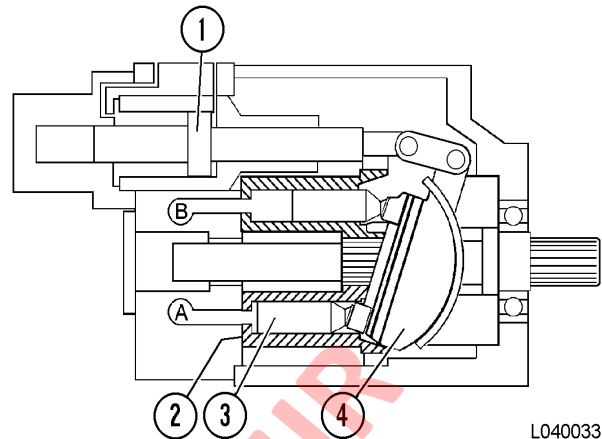

FIGURA 4-12. BOMBA A VOLUMEN MÁXIMO
El pistón de control (1, Figura 4-12) controla el ángulo del bloque oscilante (4). Cuando el pistón de control se mueve completamente hacia la derecha, significa que la bomba está a su capacidad máxima de bombeo.